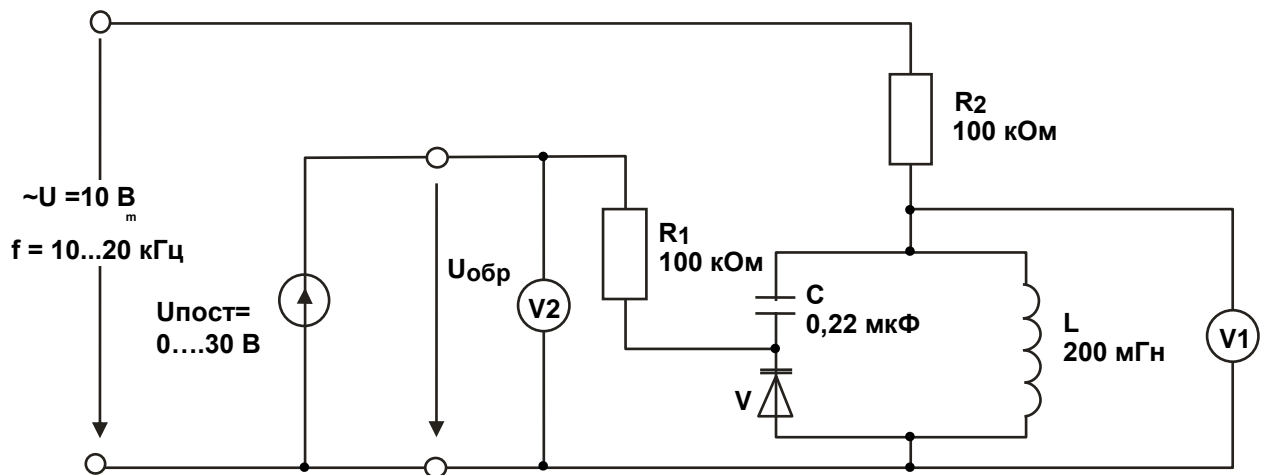

Рис.3.2.3
- Приложите синусоидальное напряжение амплитудой 10 В к цепи (рис.3.2.3). Частота напряжения должна быть между 10 и 20 кГц. На схеме V1 – вход коннектора или мультиметр, V2 – только мультиметр. Индуктивность 200 мГн получается путем последовательного соединения двух индуктивностей по 100 мГн, постоянное напряжение больше 15 В – путем последовательного соединения регулируемого и нерегулируемого источников напряжения.